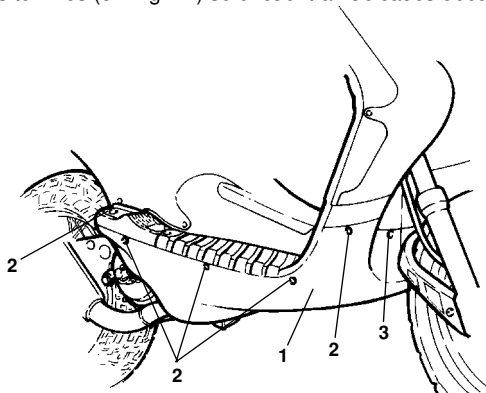

Fig. 21
Para liberar y extraer el puente (1 - Fig. 21) es preciso desenroscar el tornillo (2) de ambos lados del vehículo y el tornillo central (3).